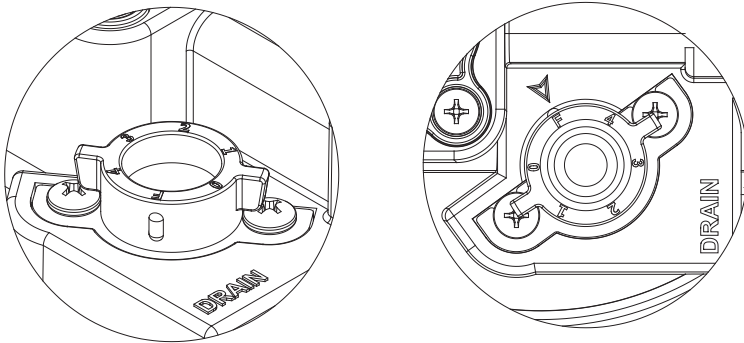

Figura 12
- Abrir el grifo Ultrefiner Elite y girar el cilindro de drenaje para la posición de descarga rápida ("F" en el cilindro de drenaje) (ver Figura 12).
Mientras va a rellenar el tanque de almacenamiento, girar el selector de drenaje a la posición F (Ver la Figura 12 en la página 37). Esto aumentará el volumen de agua de drenaje corriendo a través de la membrana. Una vez que el tanque ha rellenado (por lo general 2-3 horas), el flujo de drenaje se detendrá. A continuación, debe girar el selector de drenaje a su configuración anterior.
- 6. Una vez montado, girar el cilindro de drenaje a la posición F. (ver la Figura 12 en página 37).